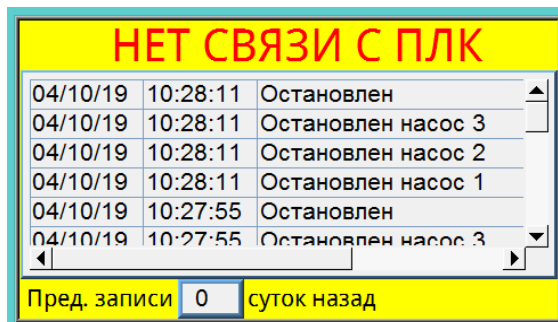

Рисунок 7 Нет связи с ПЛК
2.2.7. В случае обрыва связи панели оператора с ПЛК, на экран будет выведено окно с надписью «НЕТ СВЯЗИ С ПЛК» и «Журналом событий» (Рисунок 7). При этом доступ к другим окнам будет заблокирован.